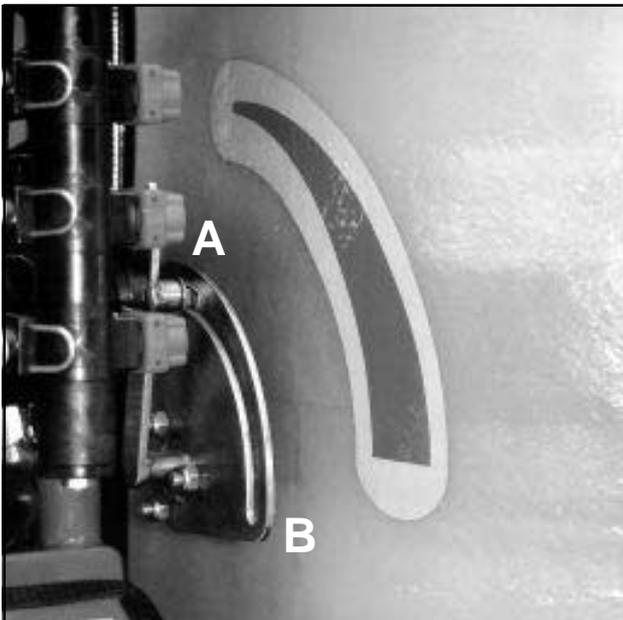

Fig. 7.5
**Zur Erhöhung der Rührleistung bei nicht vollständig gefülltem Spritzbrühebehälter den Schwimmer in Position "B" arretieren (Fig. 7.5).**